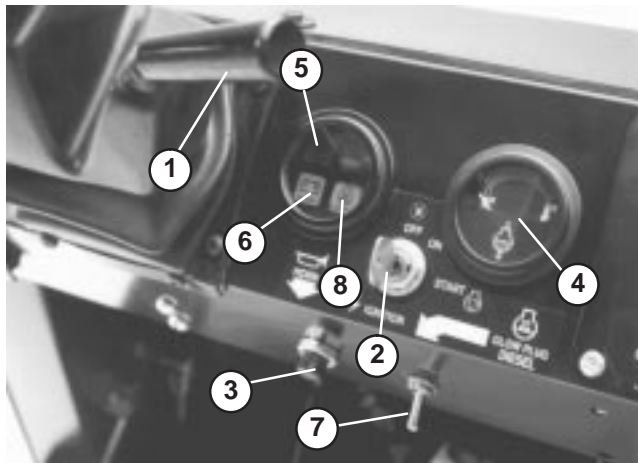

Figure 22
Ce levier à droite de la console permet d'ajuster la position du volant pour le confort de l'utilisateur (Fig. 22).
Appuyez sur ce bouton pour activer l'avertisseur sonore (Fig. 22).
Il enregistre la température du liquide de refroidissement dans le moteur. Il ne fonctionne que lorsque le commutateur d'allumage est en position Contact établi (Fig. 22).
Le témoin s'allume (Fig. 22) si la pression de l'huile moteur tombe en dessous du niveau admissible quand le moteur est en marche. Si le témoin clignote ou reste allumé, arrêtez le véhicule, coupez le moteur et vérifiez le niveau d'huile. Si, après avoir fait l'appoint, le témoin reste allumé une fois le moteur remis en marche, coupez immédiatement le moteur et demandez conseil au concessionnaire TORO le plus proche.
Sert à réchauffer les cylindres du moteur avant les procédures de démarrage à froid. Les cylindres sont préchauffés automatiquement pendant le démarrage à chaud. Pour démarrer à froid, relevez le commutateur et maintenez-le dans cette position tout en observant le témoin de préchauffage (Fig. 22). Le témoin devient orange quand les bougies de préchauffage sont activées. La durée de préchauffage des cylindres doit être déterminée par la température ambiante (voir Démarrage/arrêt du moteur).
Le commutateur d'allumage (Fig. 22) sert à mettre le moteur en marche et à l'arrêter. Il a trois positions : OFF (contact coupé), ON/Preheat (contact établi/préchauffage) et START (démarrage). Tournez la clé dans le sens horaire à la position de démarrage (START) pour engager le démarreur. Relâchez la clé quand le moteur démarre. Elle revient automatiquement à la position contact établi (ON). Pour arrêter le moteur, tournez la clé dans le sens anti-horaire à la position contact coupé (OFF).
Il s'allume quand la batterie est déchargée. Si le témoin s'allume pendant l'utilisation, arrêtez le véhicule, coupez le moteur et recherchez les causes possibles, comme la courroie de l'alternateur (Fig. 22).
5. Si la température est inférieure à 15 °C, relevez le commutateur de préchauffage à la position ACTIVÉE (Fig. 22) et maintenez-le dans cette position pendant la durée préconisée.